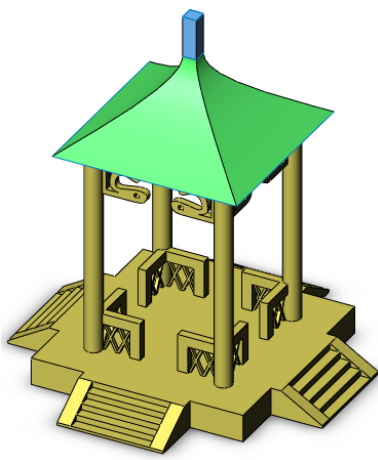

图 6-158 亭子模型
5. 绘制一个如图 6-158 所示的亭子模型, 尺寸由读者自行定义。